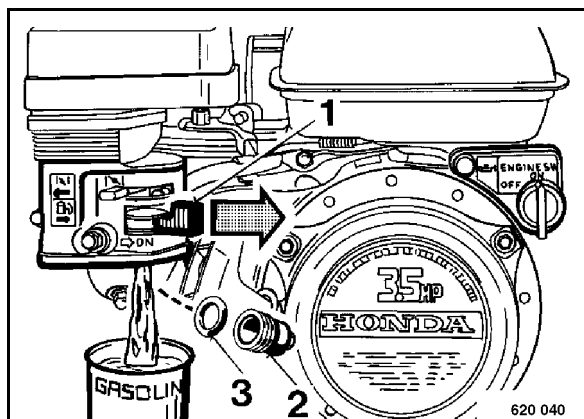

рис. 50
- Открыть топливный кран 1 (рис. 50).
- Отвинтить фильтр осадка на дне бака (2), слить топливо и уловить его.
- Очистить фильтр осадка на дне бака (2) лигроином для химической чистки.
- Плотнo ввинтить фильтр осадка на дне бака с новым уплотнительным кольцом (3).